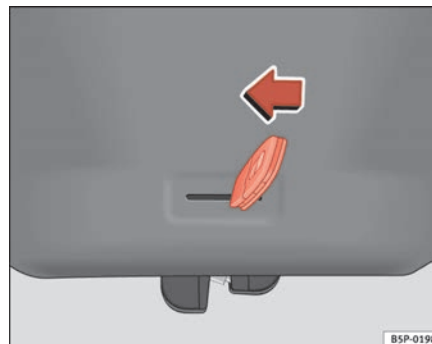

Abb. 67 Heckklappe:
- Stecken Sie den Schlüsselbart in den Schlitz und entriegeln die das Verriegelungssystem, indem Sie den Schlüssel von rechts nach links in Richtung Pfeil ziehen ⇒ Abb. 67. ■